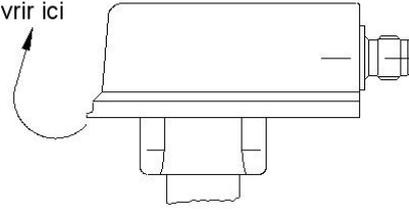

Fig.17
- ☞ Pour régler l'unité de commutation, ouvrir le couvercle de la tête de commutation (Fig. 17) (pas avec VK3...)